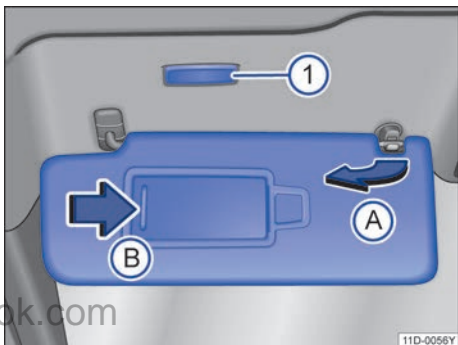

图 82 遮阳板
- 从托架中拉出并向车门翻转→图 82(A)。
在已翻下的遮阳板上，在一块盖板后有一个化妆镜。在滑动打开盖板→图 82(B)时，照明灯→图 82(1)亮起。